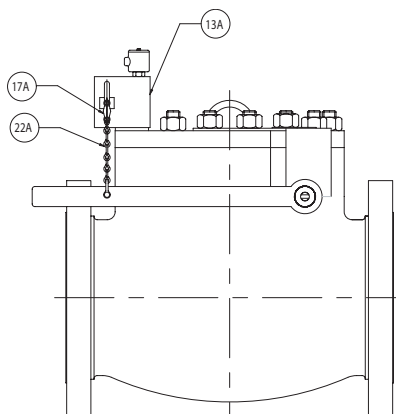

Fig. 3 – Válvula Série FE com atuador solenóide e fusível término
7.2. Após a equalização da linha, abrir a portinhola através da alavanca externa e conectar a corrente do atuador pneumático movimentando uma alavanca na parte traseira do atuador. No caso de operador de solenóide, a corrente deverá ser conectada num gatilho localizado na lateral do operador conforme indica a fig. 3.